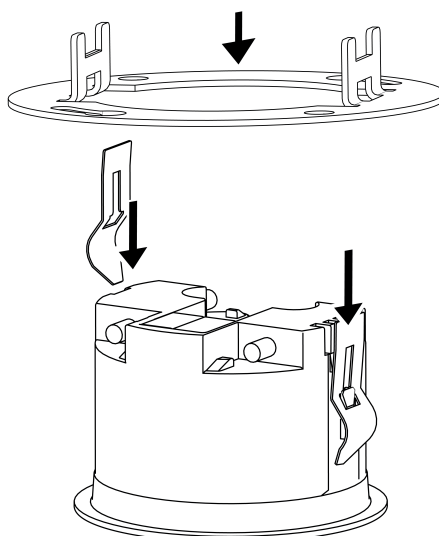

Figure 9
- Retirer l'étrier à ressort (3).
- Pousser les pinces de serrage (13) sur les guidages (2) par l'arrière dans la bonne position, jusqu'à ce qu'ils s'encliquètent (figure 9).